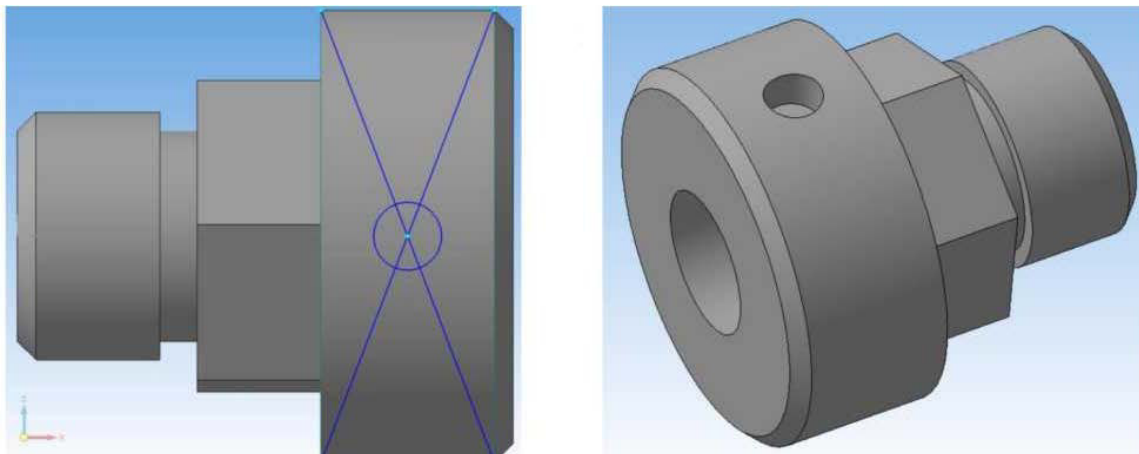

Рисунок 6.
6. Создание четырёх отверстий диаметром 11 мм. Так как эскиз можно создавать только на плоских поверхностях, нужно построить вспомогательную плоскость, касательную к цилиндру. Для этого на панели инструментов **Компактная** выбираем **Вспомогательная геометрия 1** и нажимаем кнопку **Касательная плоскость 2**. Для построения плоскости необходимо указать цилиндрическую поверхность **3** и одну из координатных плоскостей, которой будет параллельна вспомогательная плоскость **4** (к примеру, XY). Таким образом, построится плоскость **5**. На новой плоскости строится эскиз отверстия по центру, рисунок 6.